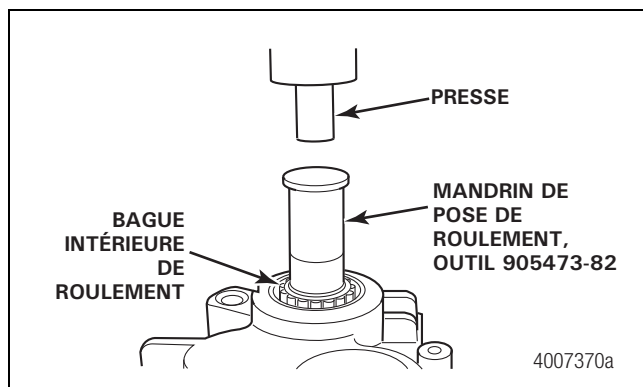

Figure 6.19
- Utiliser une presse et un manchon (outil no 905473-82) pour enfoncer et loger complètement le roulement sur l'arbre. Emmancher le roulement en prenant appui uniquement sur la bague intérieure. Figure 6.19.